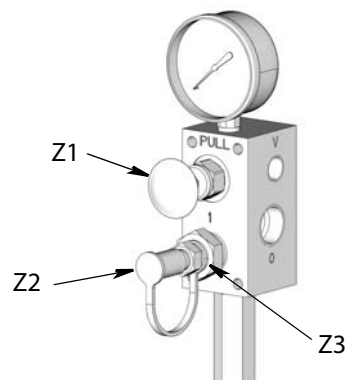
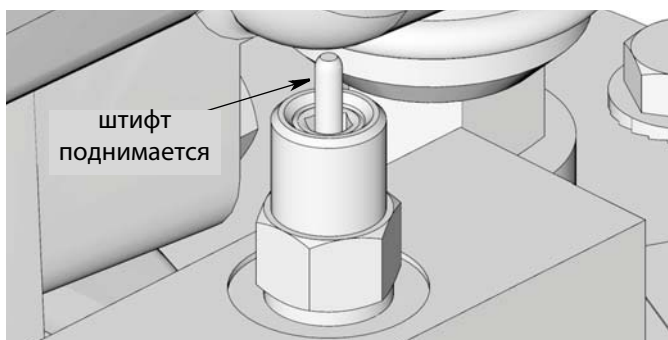

Рис. 16
Рис. 18
3. Снимите желтую пылезащитную крышку (Z2) с наполнительного соединителя (Z3) (Рис. 16).
4. Подсоедините линию заполнения (AA) между насосом станции дистанционного заполнения (P) и наполнительным соединителем (Z3) с отметкой «I» (Рис. 16).
5. Включите насос станции дистанционного заполнения (P).
6. Когда резервуар (K) заполнится:
- штифт автоматического запорного устройства для заполнения (S) выдвигается вверх (см. Рис. 18),